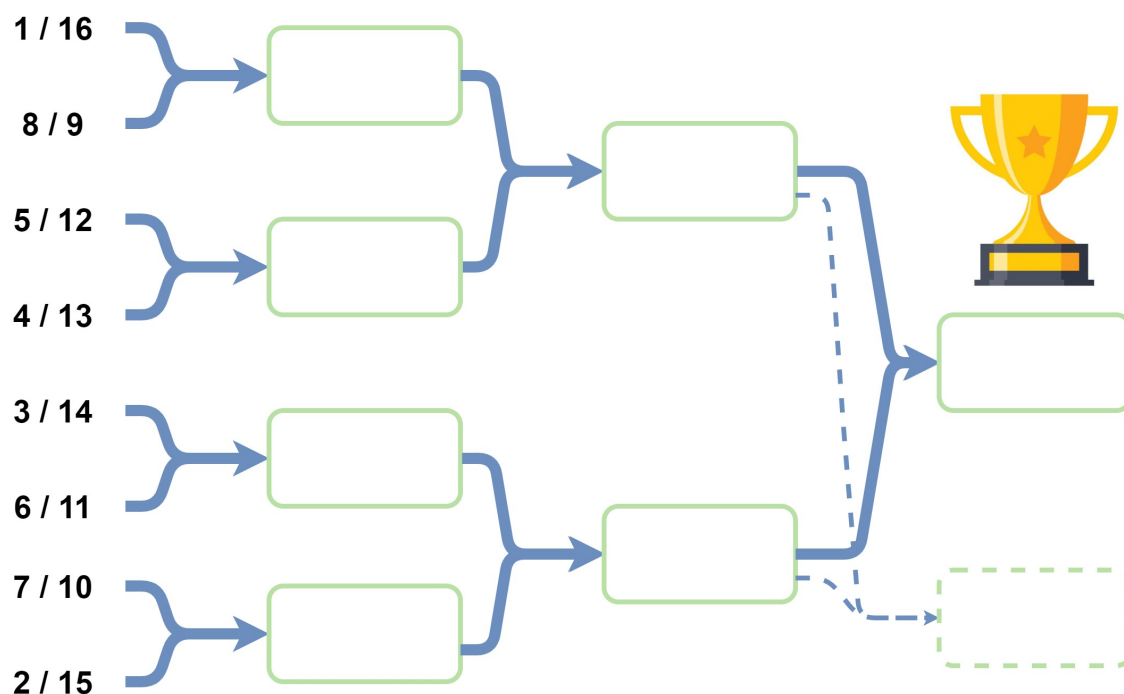

FIGURE 8 : Tableau des phases finales
Chaque équipe vainqueur de son match de barrage sera intégrée au tableau principal de la phase finale de la rencontre (B). À l'issue de la phase de barrage, l'arbre de la phase finale de la rencontre (B) présenté Figure 8 pourra être revu afin de représenter plus fidèlement le niveau de chaque équipe.